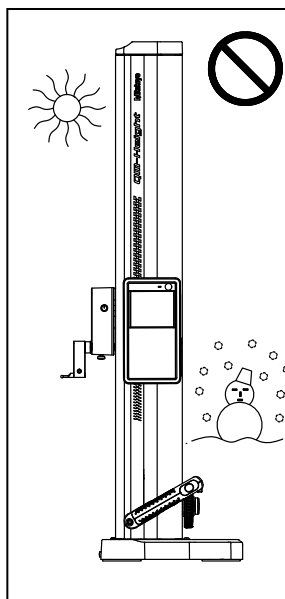

Рис. 2.
- Запрещается использовать прибор в местах, где он будет подвергаться воздействию прямого солнечного света или потоков горячего воздуха. (Рис. 2)